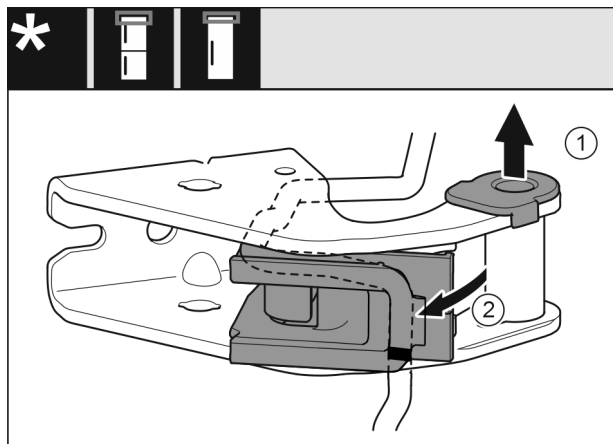

Fig. 26
- ▶ Витягніть із прямої опору втулку. Fig. 26 (1)
- ▶ Поверніть вбік тримач кабелю. Fig. 26 (2)